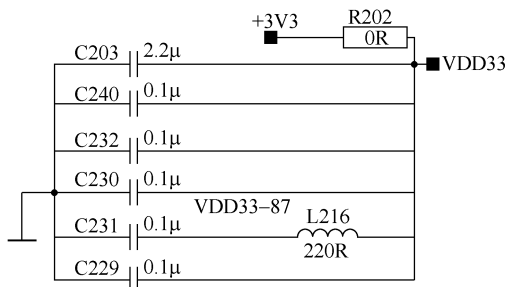

图 6-39 L216 相关电路
【附注】1) 该机在故障出现时主要检测 U200⑩脚电压（正常为 3.3V）。2) L216 相关电路如图 6-39 所示。